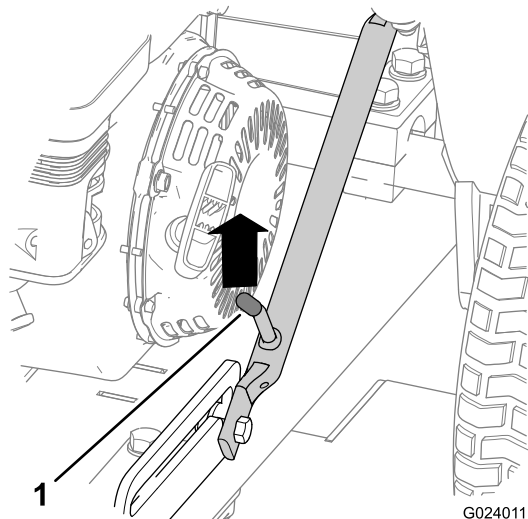

図 25
- A. ラッチレバーがスライドディテントから外れるまで、ヒッチアセンブリを押し上げる 図 25。